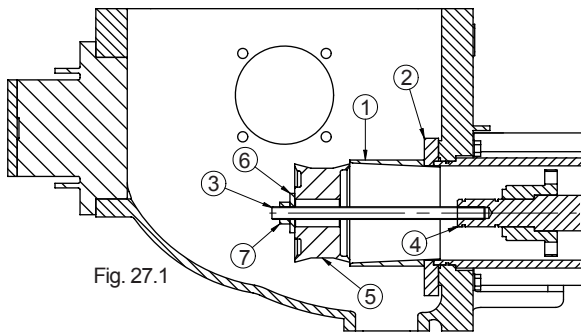
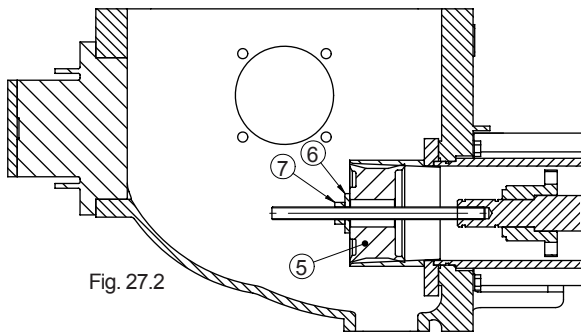
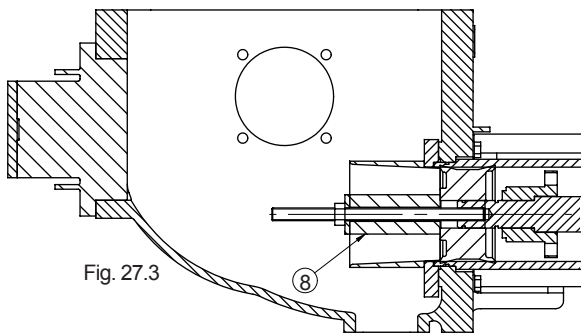

Fig. 27.1
Fig. 27.2
Fig. 27.3
- Coloque el casquillo de centrado (fig. 27.1, ref. 1) en su alojamiento en la placa antidesgaste (fig. 27.1, ref. 2).
- Enrosque el tirante (fig. 27.1, ref. 3) en el eje (fig. 27.1, ref. 4), aloje el pistón en la embocadura del casquillo de centrado (fig. 27.1, ref. 5), ponga la arandela (fig. 27.1, ref. 6) y empiece a enroscar la tuerca (fig. 27.2, ref. 7) hasta que el pistón quede completamente dentro del casquillo (fig. 27.2, ref. 5).
- Desenrosque la tuerca (fig. 27.2, ref. 7), quite la arandela (fig. 27.2, ref. 6) y añada la prolongación (fig. 27.3, ref. 8); luego, repita el procedimiento de enroscado para empujar completamente el pistón hasta el tope.